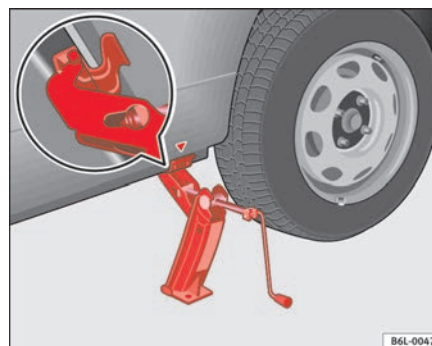

Fig. 138 Colocação do macaco
- Ajustar o macaco de modo a que a respectiva garra envolva o perfil da longarina inferior e a base móvel fique totalmente assente no chão ⇒ **página 218, fig. 138.**